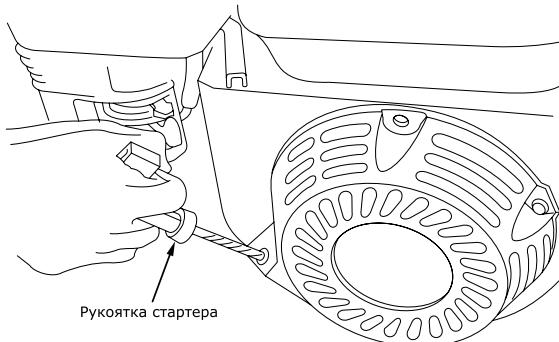

Рис. 9
- Запустите двигатель. Будьте внимательны! При вытягивании шнура стартера шнур может создавать отдачу. Возьмитесь за ручку шнура стартера. Медленно потяните шнур до возникновения сопротивления со стороны двигателя. Не допускайте возврата ручки обратно продолжайте быстро тянуть ручку на полный взмах руки. Медленно (снатягом шнура) верните ручку в начальное положение (рис. 9).